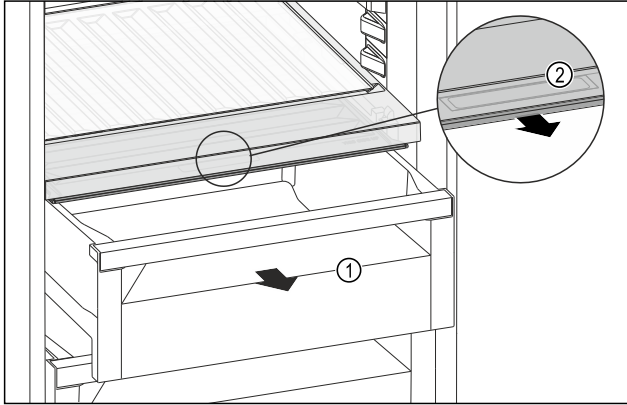

Fig. 223
- Schubfach Fig. 223 (1) herausziehen.
- Griffmulde Fig. 223 (2) am Fachdeckel anfassen und Fachdeckel gleichzeitig nach vorne ziehen.